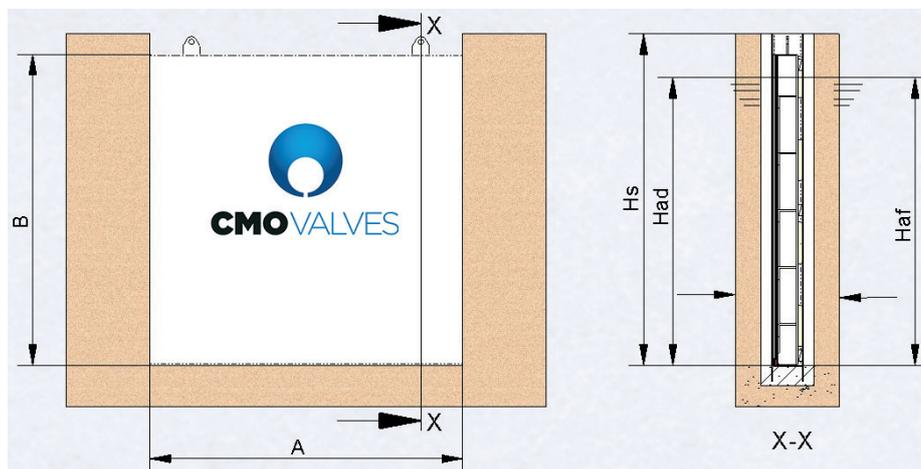
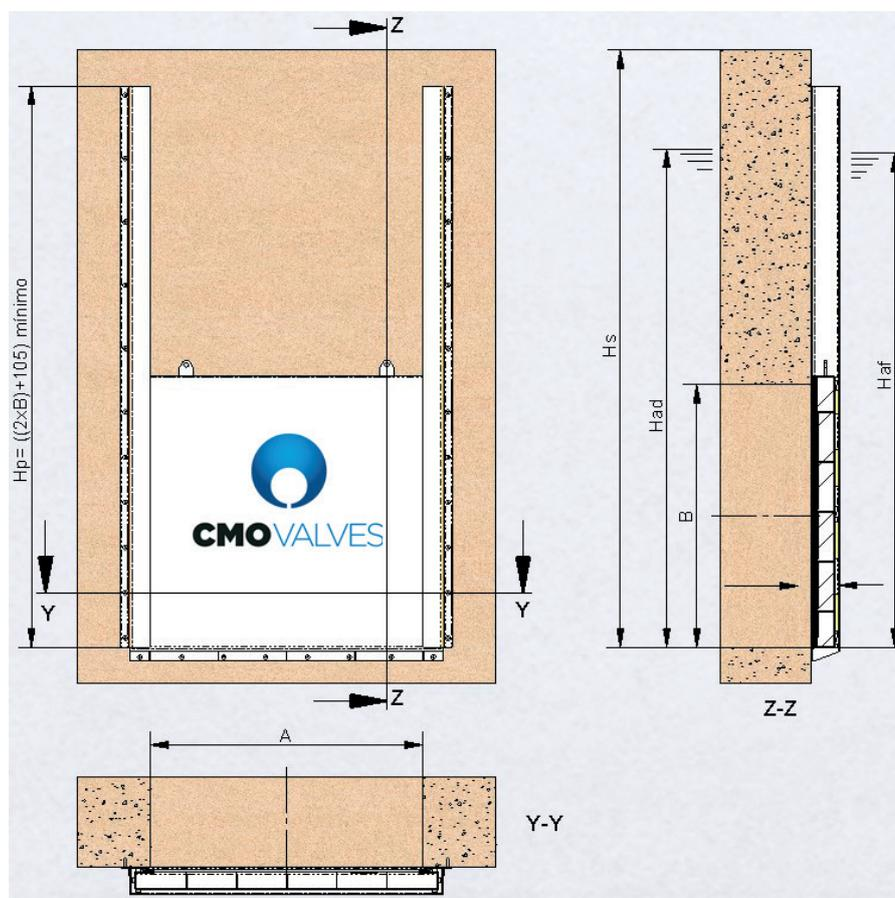

Fig. 11
Fig. 12
Per definire una paratoia tura **AT**, bisogna conoscere la larghezza e altezza del canale o condotta, il senso del fluido e il carico del fluido che ci sarà su ogni lato della saracinesca. Dobbiamo anche conoscere l'altezza dal pavimento (**Hs**) e se la chiusura sarà su 3 lati (fig. 11) o 4 lati (fig. 12).
Qui di seguito descriviamo ogni quota della (fig. 11 e 12).
- **Quota A:** È quella che si utilizza per definire la larghezza del canale (fig.11) o condotto (fig. 12).
- **Quota B:** È quella che si utilizza per definire l'altezza della paratoia (fig.11) o condotta (fig. 12).
- **Quota Hp:** È quella che si utilizza per definire la distanza dalla platea della saracinesca fino alla parte superiore del corpo. Questa quota dovrà essere per lo meno il doppio dell'altezza della saracinesca (B) più 105 mm (affinché si possa aprire completamente la saracinesca).